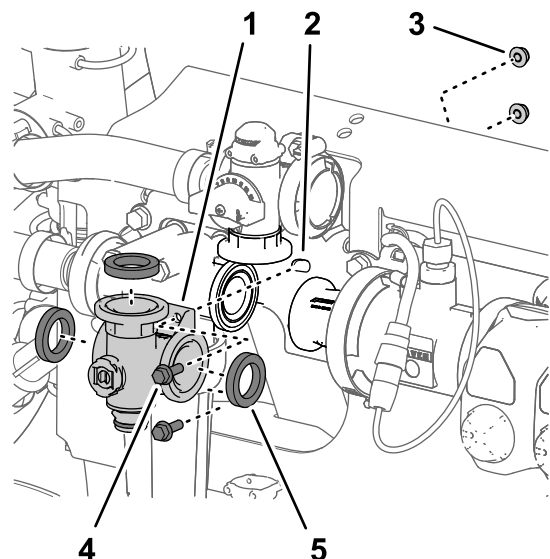
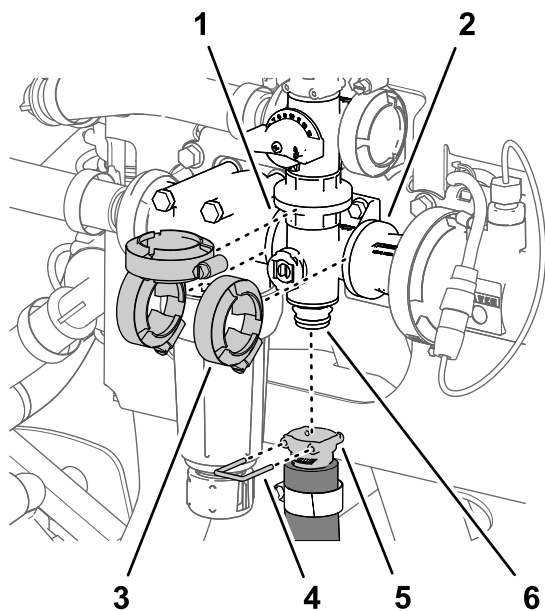

Figure 116
Figure 117
1. Alignez la bride du collecteur de la vanne d'agitation et les 3 joints sur les brides de la vanne de dérivation d'agitation, de la tête du filtre sous pression et de l'adaptateur d'accouplement (Figure 117 et Figure 116).
2. Fixez légèrement le collecteur de vanne d'agitation à la vanne de dérivation d'agitation, la tête du filtre sous pression et l'adaptateur d'accouplement (Figure 117) à l'aide des 3 colliers que vous avez retirés à la section Dépose de la valve du collecteur d'agitation (page 82).
5. Serrez les 3 colliers bride à la main (Figure 117).
6. Fixez le raccord rapide du flexible d'agitation au raccord rapide du collecteur de vanne d'agitation à l'aide de l'étrier de fixation (Figure 117).